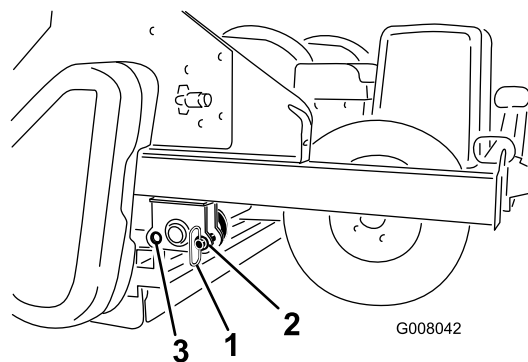

図 16
1. 機体前部分から保管用ピンを外す 図 16。
3. 機体の前穴に格納保管用ピンを取り付ける 図 16。